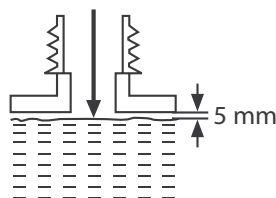

Fig. 16
- > Utilisez un entonnoir avec filtre: Cela permet d'éviter de renverser de l'huile et de faire déborder le réservoir, et cela empêche les éventuels résidus de pénétrer à l'intérieur. Laissez un espace d'environ 5 mm entre la surface de l'huile et la paroi supérieure du réservoir, afin que l'huile puisse se répandre de manière uniforme (Fig. 16).